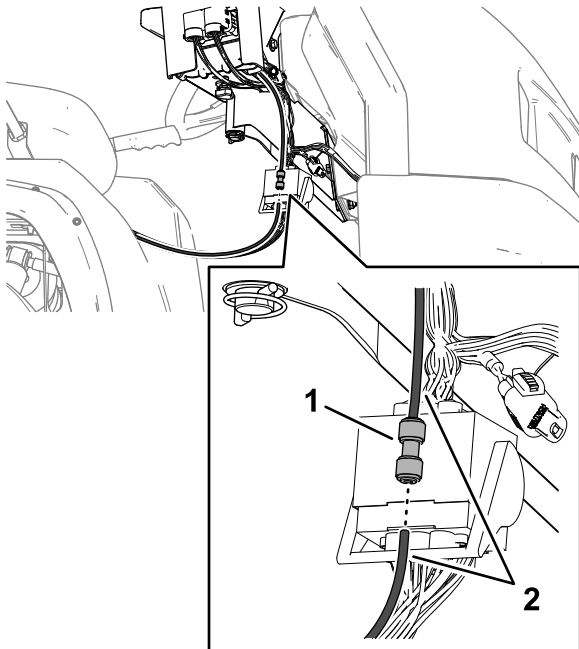

Figura 133
1. Introduceri tubul de detecție a presiunii în fittingul de conectare prin apăsare până când este complet aezat (Figura 133).